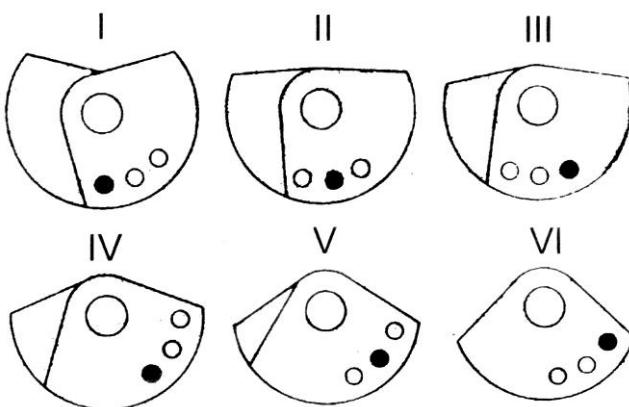

Рис. 3. Схема регулировки статического момента
- 4.5. Для регулирования величины вынуждающей силы вибратора дебалансы на обоих концах вала выполнены двойными. Дебалансы, расположенные ближе к двигателю, соединены через шпонку с валом ротора. Дебалансы, расположенные ближе к концу вала, являются поворотными относительно вала. Регулирование осуществляется путем изменения взаимного расположения дебалансов на обоих концах вала. (рис. 3, п. 6.5)
6.5. До начала работы установить дебалансы вибратора в положение, соответствующее выбранному статическому моменту согласно рис. 3 таблицы 7, для чего, при снятых крышках, ограждающих дебалансы, следует вывернуть болты, соединяющие парные дебалансы на обоих концах вала и снова соединить их болтами в нужном положении.